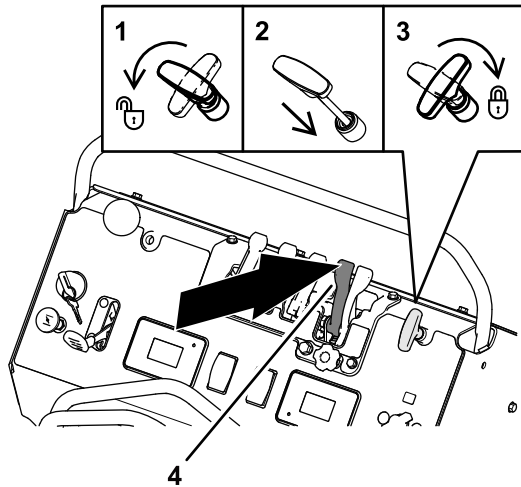

Figura 91
3. Cierre la compuerta del impulsor empujando la palanca de la compuerta de distribución granular densa hacia adelante del todo (Figura 91).
4. Gire la palanca de control del patrón de esparcido en sentido antihorario, presione la palanca hacia abajo, y gire la palanca de control del patrón de esparcido en sentido horario; consulte Figura 91.